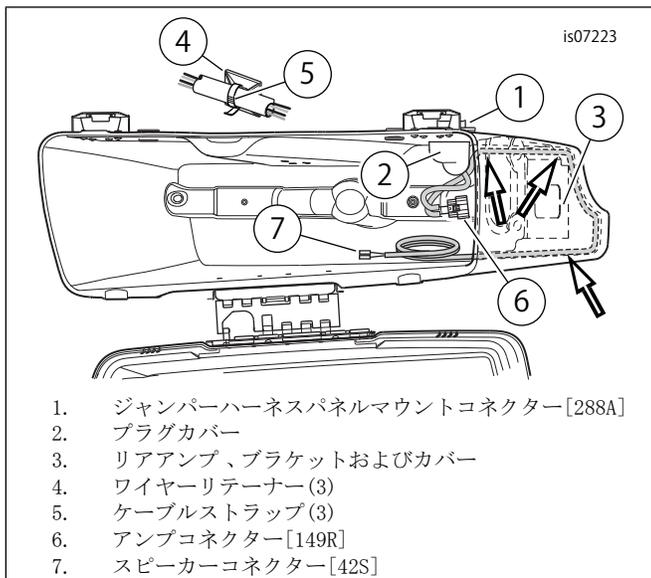

図3. 左サドルバッグ内のハーネスの取り回し
2. 「図3」を参照してください。ジャンパーハーネスコネクタ[149R](6)および[42S](7)を、12ウェイパネルマウントコネクタ[288A](1)が開口部に適合するように、サドルバッグインボード壁の長方形の開口部切り口を通して外側から給送します。
5. 「図7」を参照してください。ワイヤーリテナー(14)3個とケーブルストラップ(15)3本をキットから用意します。各配線リテナーの粘着面の裏紙からライナーをはがし、25 mm (1 in)に示すようにサドルバッグの内側の壁、サドルバッグの底から約図3の位置に取り付けます。ジャンパーハーネスをケーブルストラップ(5)で、ワイヤーリテナー(4)に取り付けます。
2. 「図6」を参照してください。「LHS-BAGLOC288」と記載された12ウェイコネクタ(2)を左サドルバッグのリセプタクルに挿入します(図3を参照、アイテム1)。このコネクタには、不適切な接続がされないよう、キー機構が付いています。必ずカチッと音が聞こえるまで挿入してください。